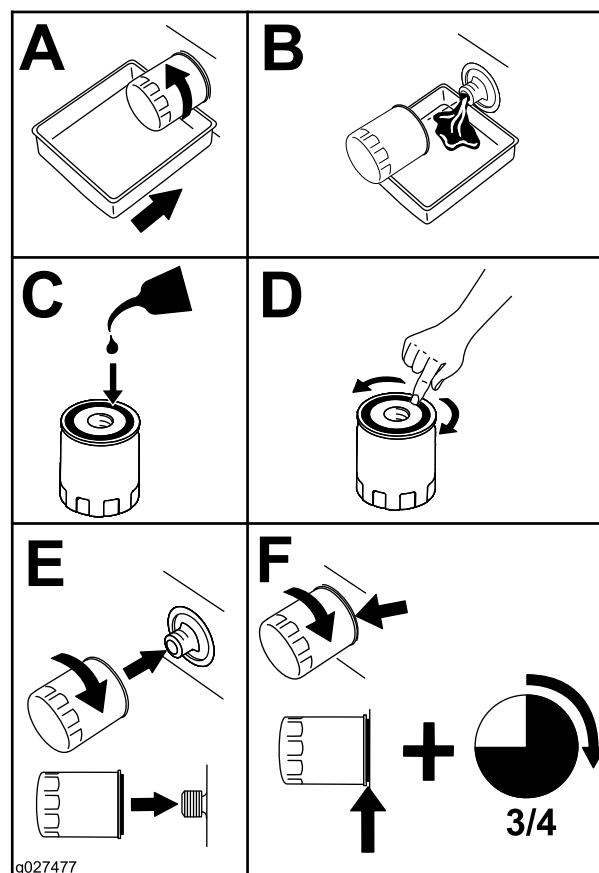

Figure 48
4. Remplacez le filtre à huile moteur (Figure 48).